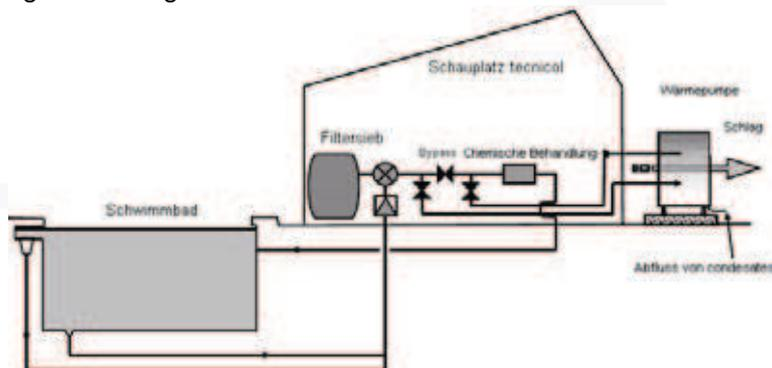

Abbildung 6: Typische Anordnung der Komponenten des Wasserkreislaufs.
- Bypassventil im Wasserkreislauf, siehe Abbildung 6.
Der Mindestwasserdurchsatz am Einlass der Wärmepumpe darf nicht unter dem für das betreffende Modell geforderten liegen, siehe Abschnitt 2. Bei einer Anordnung der Anlage, wie auf Abbildung 6 gezeigt, ist es möglich, den Wasserdurchsatz mit dem Bypassventil zu regeln.